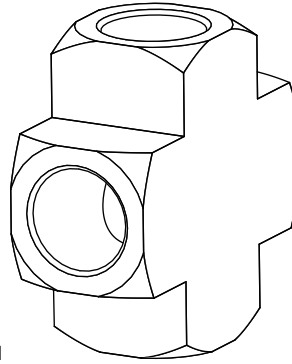

Figure 1
Le collecteur série 240 s'utilise soit avec deux bouteilles (une de chaque côté), soit avec plusieurs bouteilles de chaque côté. Tous les systèmes sont fournis avec un adaptateur multi-port pour connecter jusqu'à 3 bouteilles de chaque côté. Voir Figure 1. Les ports qui ne sont pas utilisés doivent être bouchés. Tous les raccords doivent être scellés avec du ruban Téflon et bloqués avec une clé.
6. Installez l'adaptateur multi-port (Figure 1) aux deux raccords d'entrée gauche et droit à l'aide du matériel fourni. Tous les raccords doivent être accompagnés d'un ruban Téflon servant de raccord fileté et doivent être serrés avec une clé.